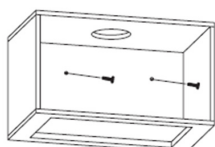

Fig. 4.
2. Después de haber comprobado que la campana extractora está correctamente colocada a la altura correcta, coloque los dos tornillos ST40*30 mm en el mueble, contra la pared. Asegúrese de que las placas de enganche derecha e izquierda se mantienen perfectamente en los tornillos introducidos en la pared (cf. ilustración 4).